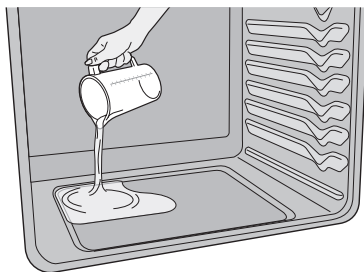

Figure 36 : Ajouter 227 ml (8 oz) d'eau distillée
3. Versez 227 ml (8 oz) d'eau distillée ou filtrée sur la sole du four (Figure 36). Fermez la porte du four.